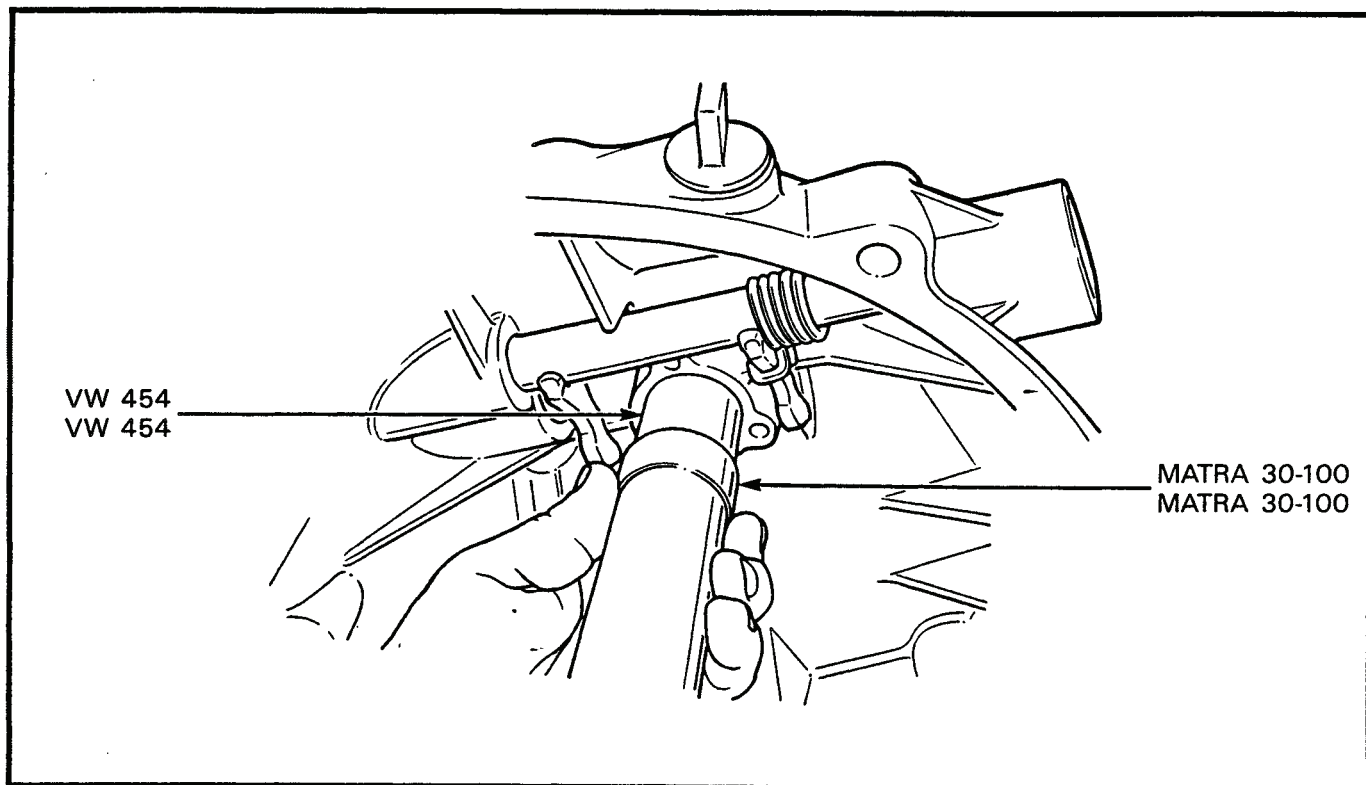

Figure 3-1-5 Installation of Input Shaft Oil Seal
- e. Position seal installer VW 454 and Matra 30-100, against the seal and drive it into the housing, see Figure 3-1-5.
- e. Placer l'outil d'installation pour joints d'étanchéité VW 454 et l'outil Matra 30-100 contre le joint, et enfoncer celui-ci dans le carter. Voir figure 3-1-5.